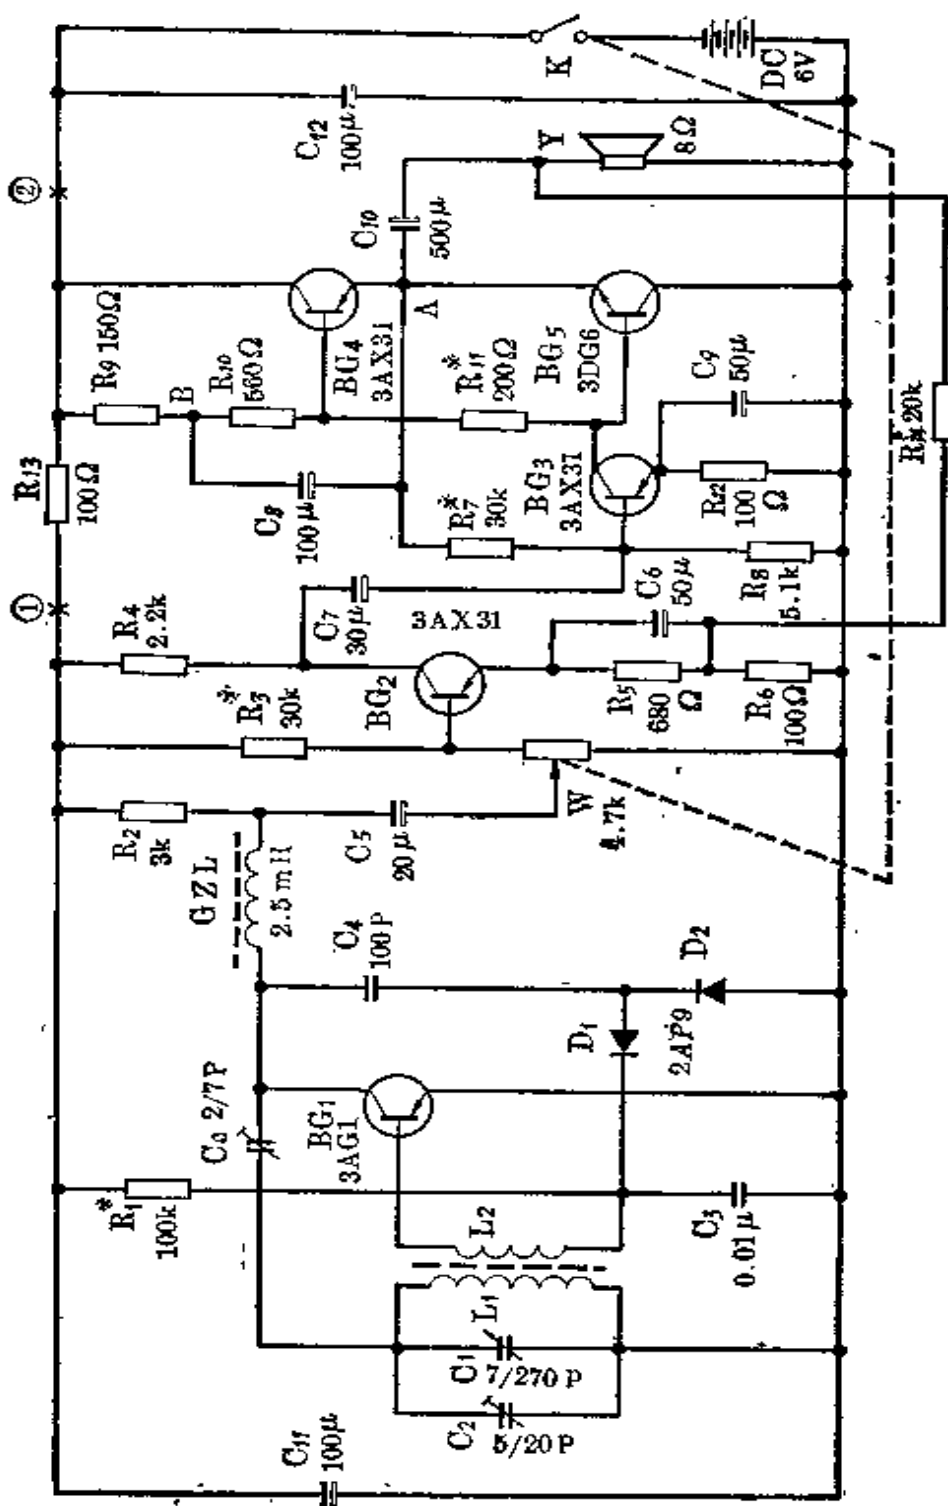

图 10-12
(1) 把音量开关开至最小位置。将图 10-12 中  $R_{11}^*$  两端用导线短接。调节  $R_7^*$  大小，用万用电表测量 A 点电压，使 A 点对地的电压等于电源电压的一半，本机 A 点对地电压应为 3 伏（或者用万用表分别测量  $BG_4$ 、 $BG_5$  的发射极与集电极之间的电压，使两者相等）。如果调节  $R_7^*$  时，A 点对地电压